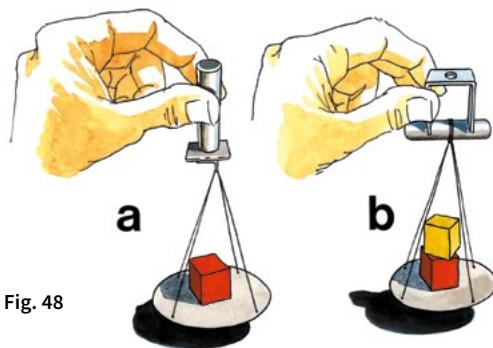

Fig. 48
- Dans un morceau de carton, nous découpons un petit plateau et nous l'attachons avec 3 ou 4 fils à l'équerre allongée n. 16 (voir fig. 48). Nous soulevons l'équerre au moyen de l'aimant. Sur le plateau nous posons successivement divers objets de notre boîte, jusqu'au moment où l'aimant lâchera le tout. Nous avons alors dépassé sa puissance.
- Nous prenons le cadre de noyau, nous posons ses deux extrémités sur les pôles de l'aimant et nous suspendons au centre de celui-ci les fils du plateau (voir 2e partie de la fig. 48).